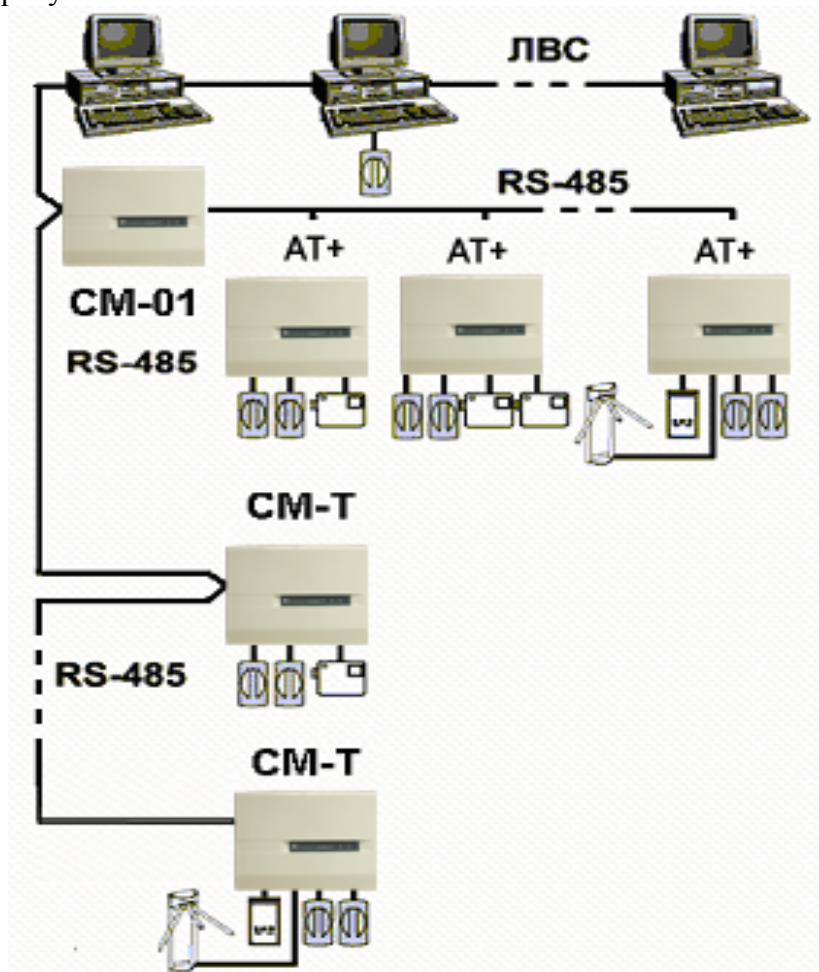

Рисунок 1: Сеть контроллеров СКУД "Кронверк".
4.1 Контроллеры функционируют в составе СКУД "Кронверк", работающую под управлением программного обеспечения "Кронверк – Профессионал". Структурная схема системы приведена на рисунок 1.